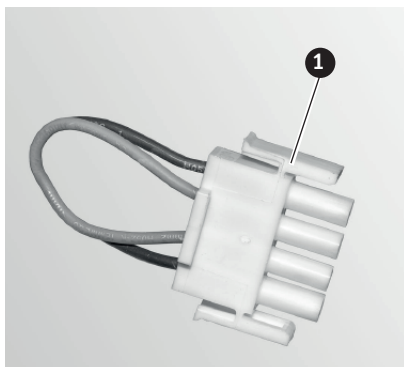
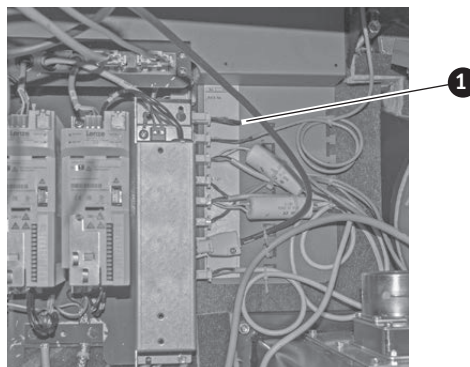

Fig. 150 Estrarre il connettore con ponte dal quadro di comando 5
Fig. 151 Inserire la spina con ponte in SRAS 230V
- ▶ Estrarre il connettore con ponte dal quadro di comando 5 (Fig. 150) e collegarlo alla consolle di collegamento sulla caldaia a SRAS 230V – Fig. 151.